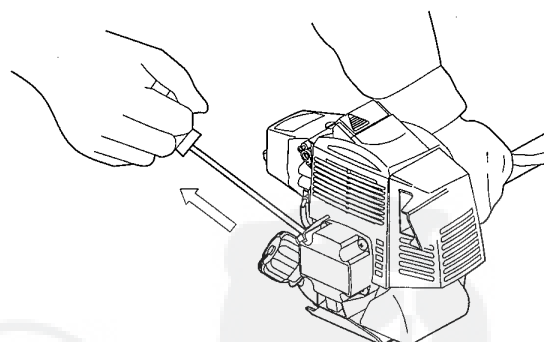

Fig.6-6
4. Houdt het apparaat stabiel en stil en trek hard aan de trekstarter (F) om de motor op te starten. Het kan mogelijk zijn dat er verschillende keren aan de starter moet worden getrokken. (Fig.6-6)
5. Als u de gasklephendel (E) in de START positie hebt gezet in stap 3 hierboven, druk dan de bediening van de versnelling (B) snel samen om de gasklep los te laten.
5. Als u de gasklephendel (E) in de START positie hebt gezet in stap 3 hierboven, druk dan de bediening van de versnelling (K) snel samen om de gasklep los te laten.